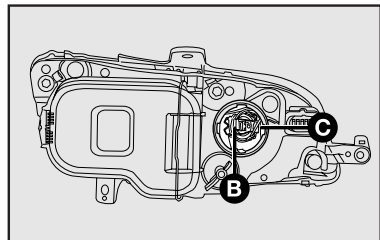

fig. 28
2) soltar el conector **B**-fig. 28 de alimentación de las lámparas;
3) retirar el portalámparas presionando la presilla **C**-fig. 28 lateralmente;